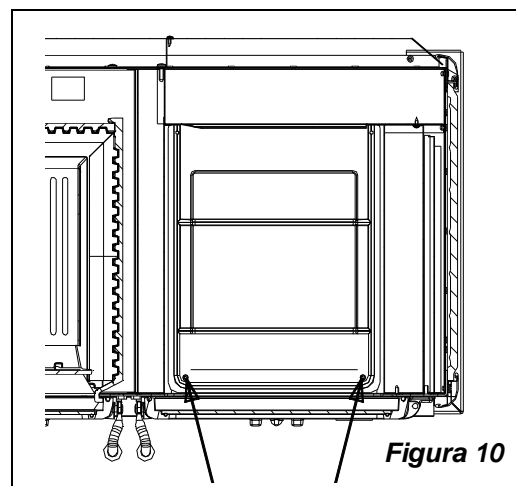

Figura 10
2. togliere le due viti che fissano il pannello alla base del forno poste in prossimità della soglia (vedi Figura 10);